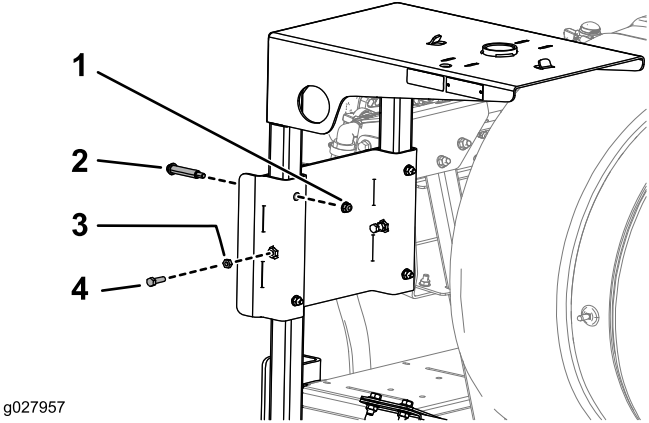

Figura 6
5. Introduzca el bastidor de la bandeja del carrete en las ranuras del soporte de la bandeja del carrete, y sujete la bandeja con 4 pernos de cuello largo, 4 tuercas con arandela prensada (5/16-18 pulgada), 2 pernos (5/16-18 x 1 pulgada, GR5), y 2 contratuercas (5/16-18 pulgada), según se muestra en Figura 6.